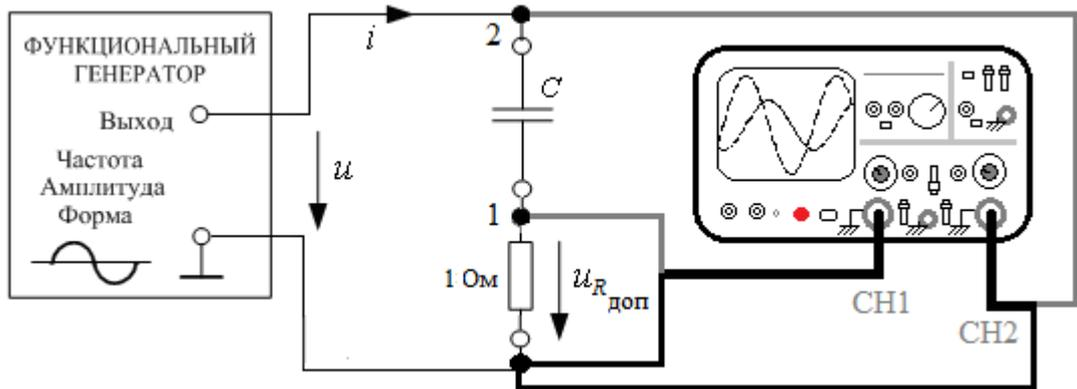

Рис. 1.4П
- Собрать цепь по рис. 1.4П, поменяв катушку  $L$  на конденсатор  $C=10$  мкФ из модуля **РЕАКТИВНЫЕ ЭЛЕМЕНТЫ**. Получить на экране **ОСЦИЛЛОГРАФА** изображения кривых мгновенных значений напряжения и тока. Полученные изображения занести в отчет.